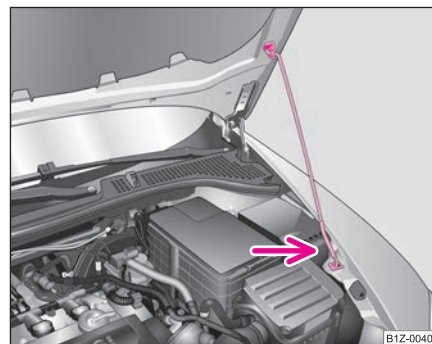

Fig. 191 Asigurarea capotei motorului cu tija de susținere
- Ridicați tija din suport și introduceți-o în orificiul prevăzut pentru aceasta ⇒ pagina 248, fig. 191.